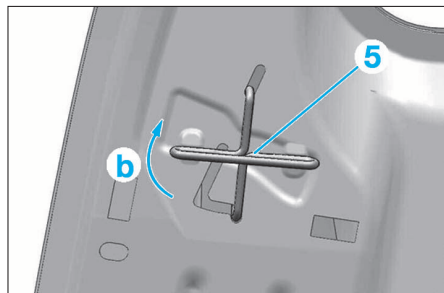

FIG. 19
- Déposer le guide de ceinture (5) suivant (b) (Fig.19).